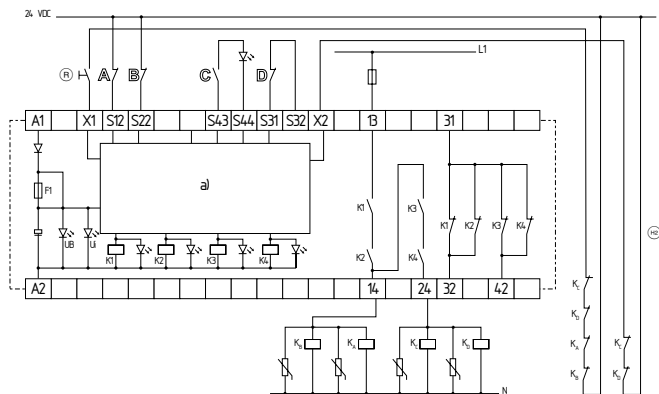

Abb. 3: SRB202CA, 202CA/T, SRB202CA/Q, SRB202CA/QT
Zweikanalige Ansteuerung, dargestellt am Beispiel einer Not-Aus-Schaltung mit zwei Kontakten A und B und einer Schutztürüberwachung mit den zwei Kontakten C und D, davon mindestens ein Kontakt zwangsöffnend; mit externem Reset-Taster (R) (bezogen auf Abschaltenebene 1) (siehe Abb. 3)
- (H) = Rückführkreis